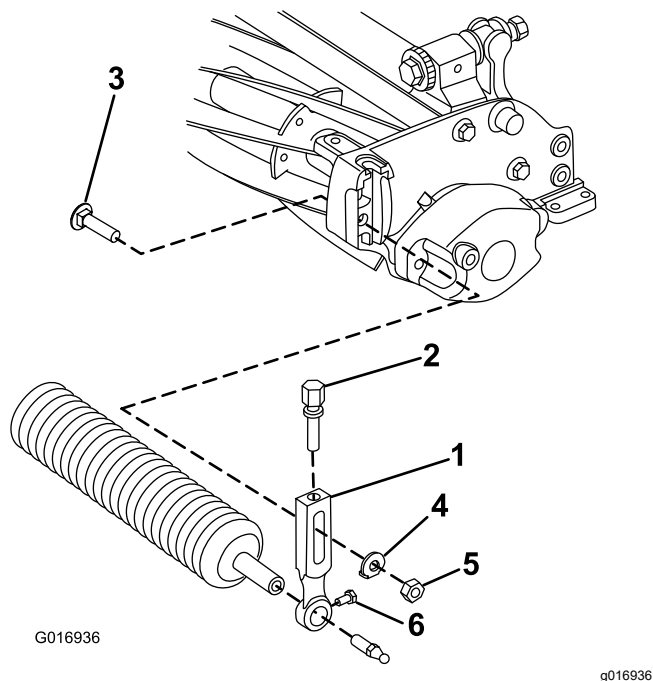

Figura 10
5. Eseguite i seguenti passaggi per rimuovere il gruppo del rullo anteriore. Vedere Figura 10.